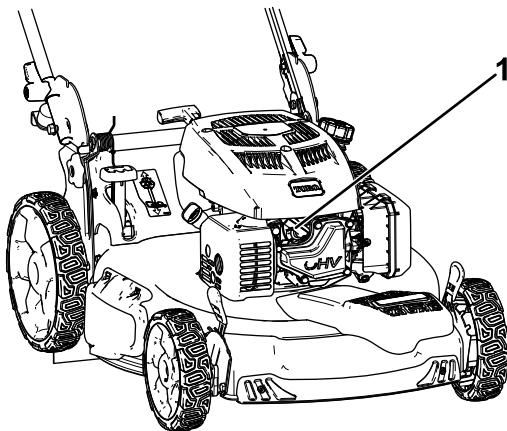

Bild 23
- Ziehen Sie den Kerzenstecker von der Zündkerze ab (Bild 23).